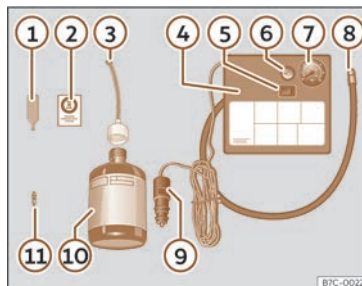

Abb. 246 Prinzipdarstellung: Bestandteile des Pannensets.
Das Pannenset befindet sich im Gepäckraum unter dem Bodenbelag. Es besteht aus folgenden Bestandteilen >>> (**Abb. 246**):
- Ventilkappe und Ventileinsatz vom Reifenventil abschrauben. Verwenden Sie den Ventileinsatzdreher >>> (**Abb. 246**) ① zum Heraus-schrauben des Ventileinsatzes. Legen Sie den Ventileinsatz auf einem sauberen Untergrund ab.
- Reifenfüllflasche kräftig schütteln >>> (**Abb. 246**) ⑩.
- Einfüllschlauch >>> (**Abb. 246**) ③ auf die Reifenfüllflasche schrauben. Die Folie am Verschluss wird automatisch durchstoßen.
- Verschlussstopfen vom Einfüllschlauch >>> (Abb. 246) ③ entfernen und das offene Schlauchende auf das Reifenventil schrauben.
- Ventileinsatz mit dem Ventileinsatzdreher >>> (Abb. 246) ① wieder in das Reifenventil schrauben.
- Reifenfüllschlauch >>> (Abb. 246) ⑧ des Luftkompressors fest auf das Reifenventil schrauben.
- Prüfen, ob die Luftablassschraube >>> (Abb. 246) ⑥ zuge dreht ist.
- Kabelstecker >>> (Abb. 246) ⑨ in eine 12-Volt-Steckdose des Fahrzeugs stecken >>> S. 274.
- Luftkompressor mit dem EIN-/AUS-Schalter >>> (Abb. 246) ⑤ einschalten.
- Kleben Sie den Aufkleber >>> (Abb. 246) ② im Sichtfeld des Fahrers auf das Kombi-Instrument.
Schließen Sie den Reifenfüllschlauch >>> (Abb. 246) ⑧ wieder an und lesen Sie den Reifenfülldruck an der Reifenfülldruckanzeige ⑦ ab.